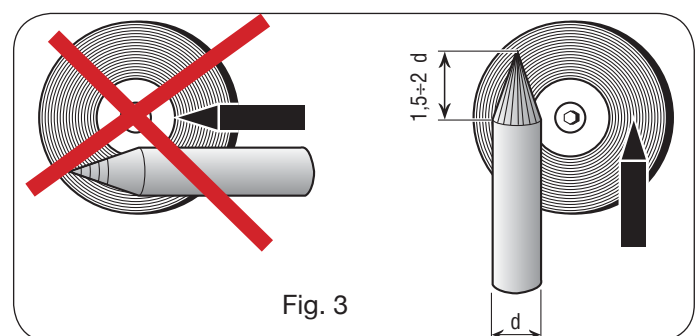

Fig. 3
Une attention particulière doit être prêtée à la préparation de la pointe de l'électrode. La meuler de façon à ce qu'elle présente des rayures verticales, comme indiqué dans la fig. 3.
- Meuler l'extrémité de l'électrode de tungstène en forme conique pour une longueur de 1,5 à 2 fois le diamètre de l'électrode. (fig. 3)